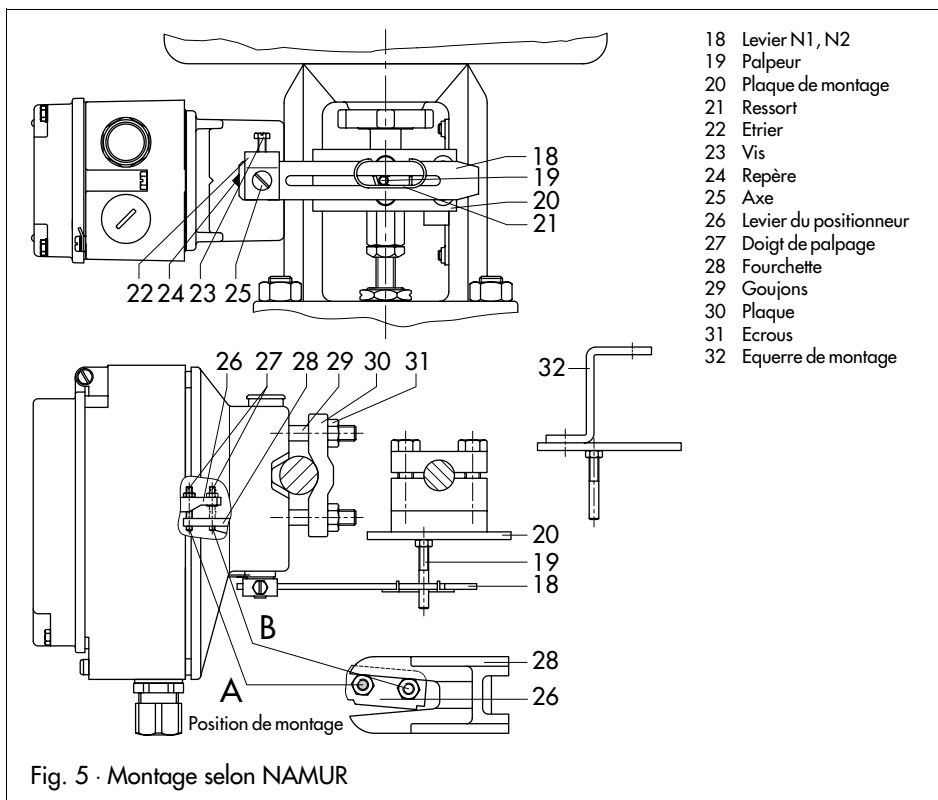

Fig. 5 · Montage selon NAMUR
2.2 Montage NAMUR (fig. 5)
Visser le doigt de palpge (27) sur le levier de positionneur (26) du côté opposé aux écrous et bloquer par le contre-écrou 6 pans, déterminer la position **A** ou **B** en fonction du tableau 5 et de la fig. 5.